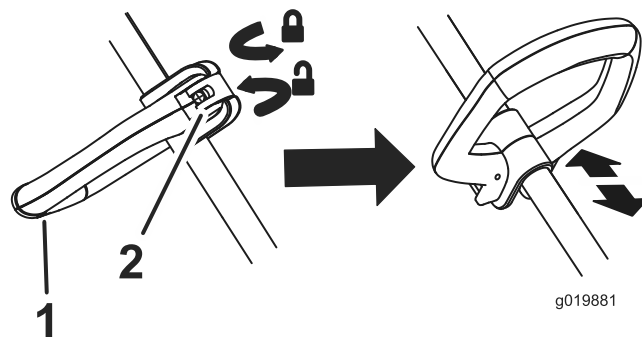

Figure 11
- Pour régler la hauteur de la poignée auxiliaire, ouvrez le verrou de la poignée auxiliaire, montez ou descendez la poignée à la hauteur voulue, puis fixez-la en place en refermant le verrou (Figure 11).